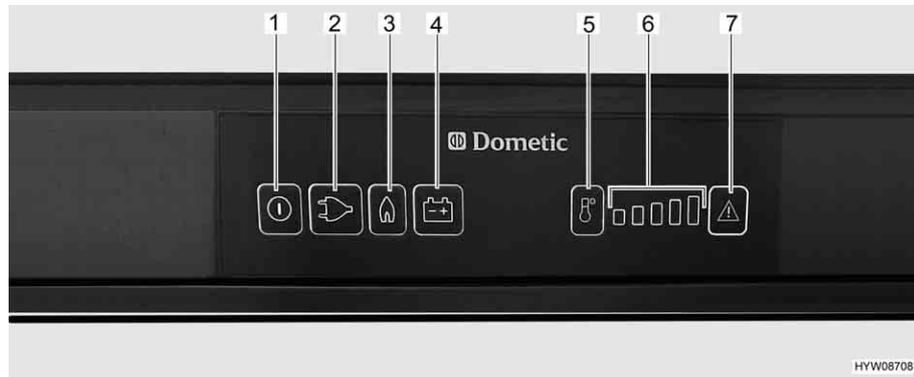

Bild 226 Bedienelemente für den Kühlschrank (Dometic 8er-Reihe mit MES)
- Taste Ein/Aus (Bild 226,1) etwa 2 Sekunden lang drücken. Der Kühlschrank schaltet sich ein. Die Taste der zuletzt gewählten Betriebsart leuchtet auf.
- Ggf. Taste für die Betriebsart "Gas" (Bild 226,3) drücken. Die Taste leuchtet auf. Die Gaszufuhr ist geöffnet. Der Zündvorgang erfolgt automatisch. Ein tickendes Geräusch ist hörbar, bis der Zündvorgang erfolgreich abgeschlossen ist.
- Kühltemperatur mit der Taste Temperaturstufenwahl (Bild 226,5) einstellen.
- Ggf. Taste Betriebsart "230 V" (Bild 226,2) drücken. Die Taste leuchtet auf.
- Ggf. Taste Betriebsart "12 V" (Bild 226,4) drücken. Die Taste leuchtet auf.